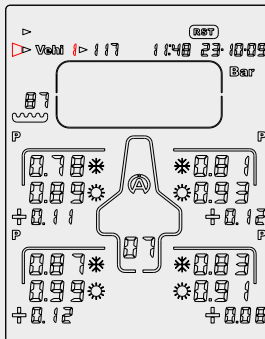

Figura 15
- 2) Con il tasto  o , selezionate l'icona « **Vehi** » (figura 15)
- 3) Con il tasto  o , selezionate il veicolo desiderato (figura 15)